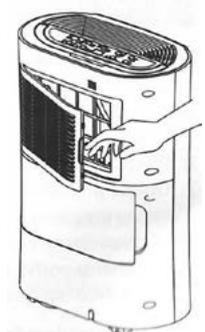

Abb. 7
3. Bauen Sie das Lufteinlassgitter (6) und den Einsatz des Kohlefilters (13) aus (Abb. 7). Das Gitter (6) entstauben Sie zuerst mit einer weichen Bürste, waschen Sie es im Wasser mit Reinigungsmittel und dann spülen und trocknen Sie es. Das Netz im Gitter muss nach dem Waschen vollkommen sauber sein. Ist das nicht der Fall, muss das Waschen wiederholt werden. Den Einsatz des Kohlenfilters entstauben Sie mit einer weichen Bürste, aber waschen Sie ihn nicht im Wasser. Nach der Reinigung bauen Sie die Filter an ihre Stellen ein. Reinigen Sie die alle 2-3 Wochen. Bei mechanischen Beschädigungen sind sie zu erneuern.